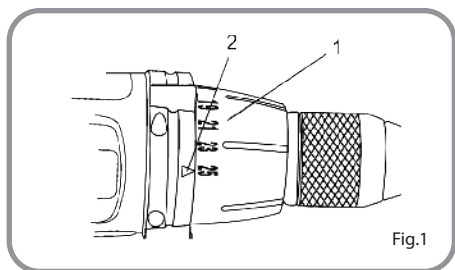

Fig.1
1. Identificar los valores de torsión situados en el anillo de ajuste de torsión (1) (fig. 1).
2. Gire el anillo de ajuste para alinear el número de ajuste de par de torsión correcto con la flecha del indicador de esfuerzo de torsión (2). Consulte la tabla siguiente para valores de par de apriete correcto.
- Establecer la configuración deseada del collar de torsión (fig. 1 (1))